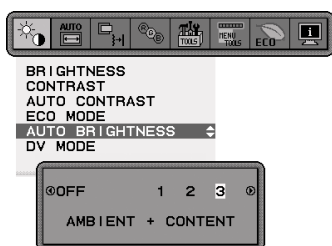
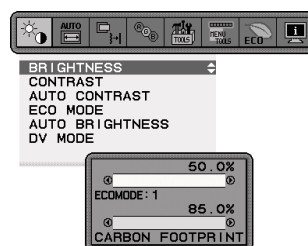

Figure 1
Figure 2
1. Configurez le niveau de LUMINOSITÉ. Il s'agit du niveau de luminosité sur lequel le moniteur se règle lorsque la luminosité ambiante est au plus haut. Sélectionnez ce paramètre lorsque la pièce dispose d'une luminosité maximale. Sélectionnez « 1 » ou « 3 » dans le menu LUMINOSITÉ AUTO (**Figure 1**). À l'aide des touches frontales, déplacez ensuite le curseur sur le paramètre LUMINOSITÉ. Choisissez le niveau de luminosité désiré (**Figure 2**).